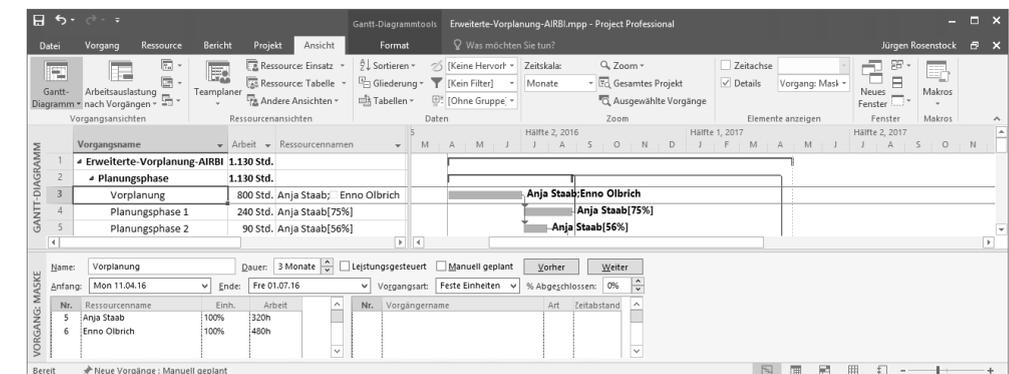

Abbildung 6.18 Zuordnung von Ressourcen mit geteilter Ansicht
1. Für den Aufruf der geteilten Fensteransicht wählen Sie aus dem Menübandbereich ANSICHT rechts die Auswahl DETAILS. Sie erhalten damit einen geteilten Bereich. Im unteren Fensterausschnitt finden Sie nun die Ansicht VORGANG: MASKE (siehe Abbildung 6.18).